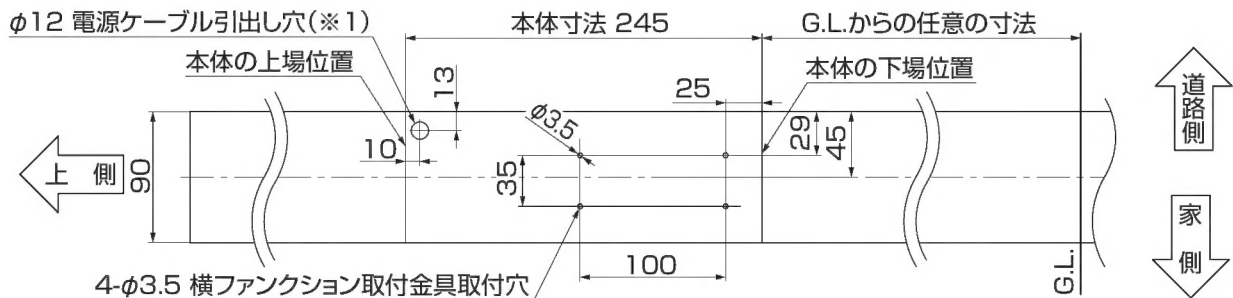
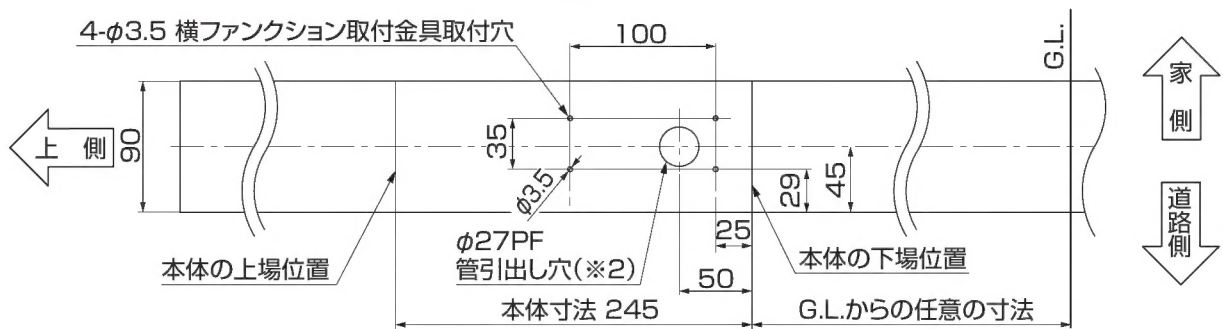

図2-1
図2-2
(1) LEDユニットを取付ける場合の加工
①配線の引込穴はポストを取付ける側とは反対の柱にφ12の穴(※1)をあけてください。(図2-1参照)
(2) ドアホン子機を取付ける場合の加工
①ドアホン子機を取付ける側の柱へφ27の穴(※2)をあけてください。(図2-2参照)